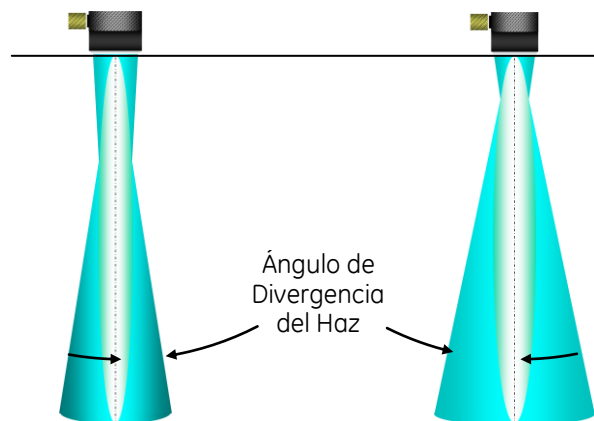

Figura No. 35: Divergencia del haz
- **La divergencia del haz ultrasónico.** En materiales homogéneos, de grano fino y con propiedades elásticas isotrópicas, la energía del ultrasonido es afectada principalmente por la naturaleza de su fuente y sus patrones de direccionamiento. Patrones cerrados (ángulos de divergencia pequeños) viajan más allá que patrones muy divergentes (la energía de un haz que tiene un ángulo de divergencia grande está distribuida en un área mayor), figura No.35.